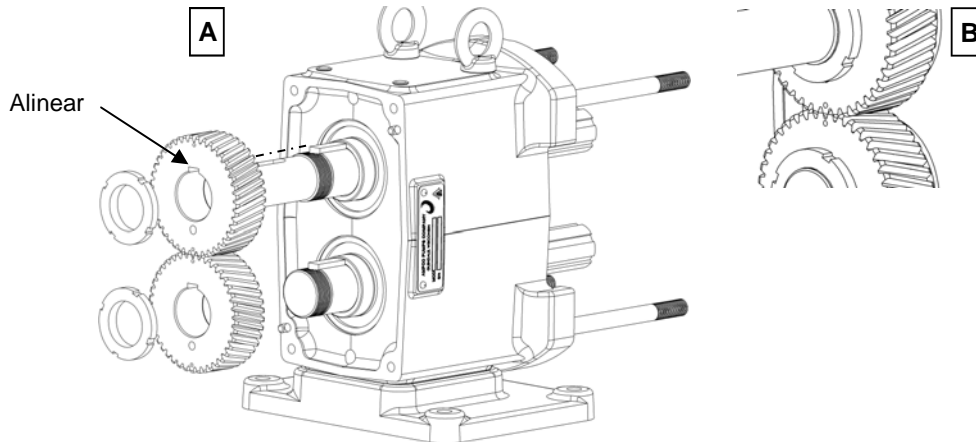

Figura 55: Instalar engranes para revisar la sincronización
7) Para asegurar la correcta sincronización de los rotores, los engranes deben instalarse junto con los rotores. Deslice los engranes en los ejes, alineando la ranura del engrane con la llave del engrane (Figura 55, A). Fíjelos en su lugar con las tuercas de seguridad del engrane asegurándose de que los puntos de los engranes se alineen (Figura 55, B).